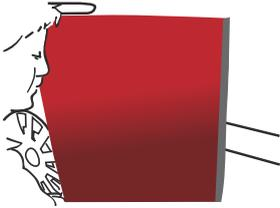

Abbildung 11
- › Das gesamte Abdeckpapier abziehen. (Abb. 11)